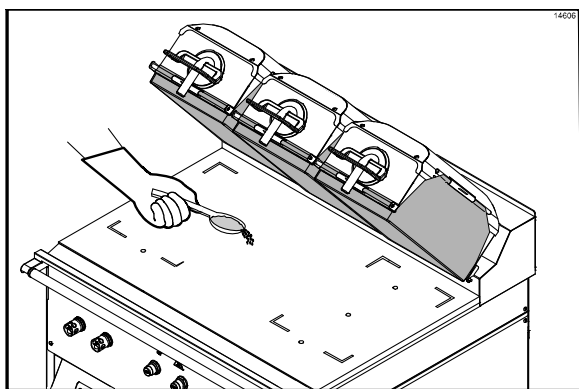

Abbildung 72
47. Zwei gestrichene Limonadenlöffel Sojahaftflocken auf eine warme 1-m-Grillfläche verteilen und schmelzen lassen. (Siehe Abbildung 72.)